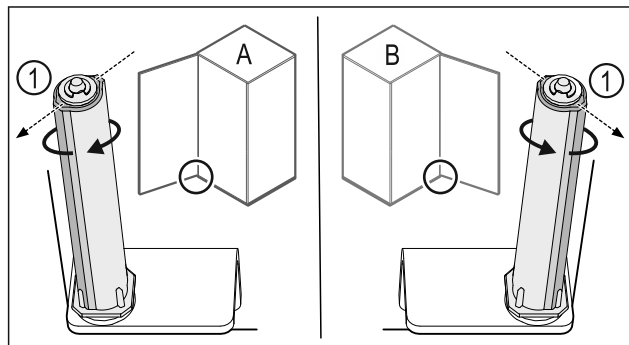

Fig. 43 Vänsterhängd (A)/högerhängd (B)
- Vrid låssystemet mot motståndet, tills låssystemets klack Fig. 43 (1) är vänd utåt.